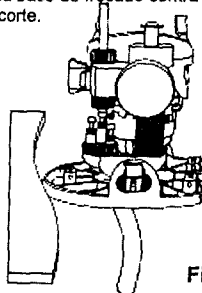

Fig. 21
1. Haga una plantilla de cartón grueso o de un material parecido con la forma que requiera (vea la fig. 21).